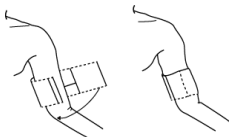

Figure 4.2.1 Mise en place du brassard
2. Appliquez le brassard sur le bras du patient en suivant les instructions ci-dessous (Figure 4.2.1).